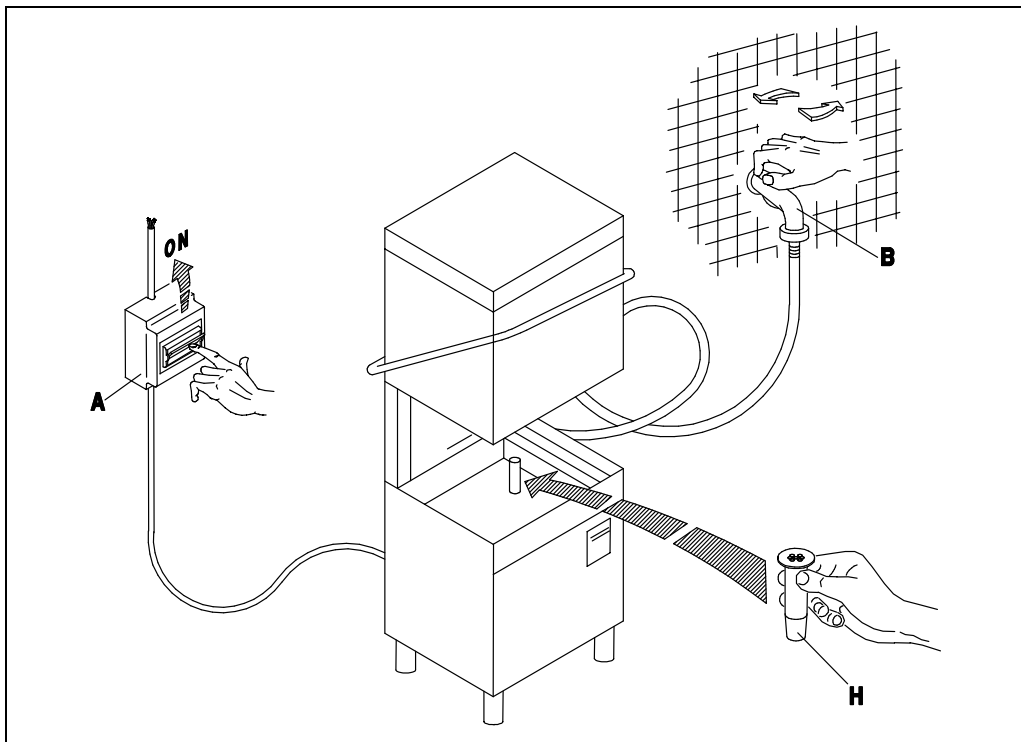

Fig. 3-1
- Aprire il rubinetto dell'acqua (B), inserire l'interruttore generale (A). Attivare l'interruttore principale dell'apparecchio (1), ne conseguirà l'accensione della spia (A) evidenziando che la macchina è sottoposta a tensione. A porta chiusa l'apparecchio si riempie d'acqua e alla fine del carico, si inseriscono automaticamente le resistenze della vasca e del boiler. Il funzionamento delle resistenze è reso visibile dall'accensione delle spie (D) ed (E). Quando entrambe le spie si spengono l'acqua avrà raggiunto le temperature impostate e l'apparecchio sarà pronto per iniziare il lavaggio. (fig. 3-1÷3-2)
- Turn on the water tap (B) and switch on the master switch (A). Turn the appliance ON switch (1), which will cause the warning light (A) to illuminate, indicating that the machine is live. When the door is closed the appliance fills with water. When it is full, the tub and boiler heating elements come on automatically. When the elements are activated, the warning lights (D) and (E) are illuminated. When both warning lights go out the water has reached the set temperature and the appliance is ready to begin the washing cycle. (fig. 3-1÷3-2)
- Öffnen Sie den Wasserhahn (B) und betätigen Sie den Hauptschalter (A). Beim Betätigen des Schalters (1) am Gläserspüler wird die Anzeige (A) aufleuchten, an der Sie erkennen können, daß die Maschine unter Spannung steht. Bei geschlossener Tür läuft Wasser in die Maschine; ist die nötige Wassermenge einmal erreicht, so schalten die Widerstände des Spülbehälter und des Boilers automatisch ein. Der Betrieb der Widerstände wird durch das Aufleuchten der Anzeigen (D) und (E) erkennbar. Beide Leuchtanzeigen erlöschen, wenn das Wasser eine vorbestimmte Temperatur erreicht hat, d. h. wenn der Gläserspüler betriebsbereit ist. (fig. 3-1÷3-2)
- Ouvrir le robinet (B) et insérer l'interrupteur général (A). Ouvrir l'interrupteur principal de l'appareil (1), le voyant (A) s'allumera ce qui signifie que la machine est branchée. L'appareil se remplit d'eau avec porte fermée et à la fin du chargement les éléments chauffants de la cuve et du boiler entrent automatiquement en action. Les voyants (D) et (E) s'allument quand les éléments chauffants fonctionnent. Les deux voyants s'éteignent dès que l'eau a atteint la température programmée et l'appareil est prêt pour commencer le lavage. (fig. 3-1÷3-2)
- Abrir el grifo del agua (B), conectar el interruptor general (A). Activar el interruptor principal del aparato (1); el encendido de la luz testigo (A) indica que la máquina está en tensión. Con puerta cerrada el aparato se llena de agua y cuando la carga esté terminada se conectarán automáticamente las resistencias del tanque y de la caldera. El funcionamiento de las resistencias es señalado por el encendido de las luces indicadores (D) y (E). Cuando ambas luces se apaguen, el agua habrá alcanzado la temperatura programada y el aparato estará listo para empezar el lavado. (fig. 3-1÷3-2)
- Abrir a torneira de água (B), acionar o interruptor geral (A). Acionar o interruptor principal do aparelho (1), a luz (A) se acende evidenciando que a máquina esta sob tensão. Uma vez fechada a porta se enche de água e no final, as resistencias do cuba e do boiler começam a funcionar automaticamente. As luzes (D) e (E) indicam o funcionamento das duas resistencias. Quando ambas se apagarem é porque a temperatura alcançou seu nível desejado e a máquina estará pronta para iniciar a lavagem. (fig. 3-1÷3-2)
- Draai de waterkraan (B) open en schakel de hoofdschakelaar (A) in. Schakel de hoofdschakelaar van het apparaat (1) in waarna het lampje (A) gaat branden waaruit blijkt dat de machine onder stroom staat. Als de deur dichtgedaan wordt, loopt het apparaat vol met water en na afloop van het vollopen worden de verwarmingselementen van de kuip en van de boiler automatisch ingeschakeld. De werking van de verwarmingselementen blijkt uit het feit dat de lampjes (D) en (E) gaan branden. Als allebei de lampjes uitgaan dan heeft het water de ingestelde temperatuur bereikt en is het apparaat klaar om met het afwasprogramma te beginnen. (Afb. 3-1 - 3-2)
- A riempimento avvenuto, aprire la porta (I) e introdurre il detersivo (ca. 2 gr. per litro di capacità della vasca). Inserire il cesto (L) carico e chiudere la porta (I). Selezionare il ciclo di lavaggio inserendo il pulsante (4) (ciclo breve (II) tasto premuto ÷ ciclo lungo (I) tasto rilasciato). A questo punto premere il pulsante START (3) (almeno per 2 secondi) e avrà inizio il ciclo di lavoro visualizzato dalla lampada spia (C): la fine del ciclo coincide con lo spegnimento di questa spia. Per spegnere la macchina si dovrà disinserire l'interruttore (1) portandolo nella posizione (0) spia (A) spenta. (Fig.3-1÷3-3).
**N.B.:** *E' consigliato avviare il ciclo di lavoro quando entrambe le spie delle resistenze, boiler (D) e vasca (E), si spengono, come indicato al punto 3.1 Messa in funzione.*
- Lorsque le remplissage est terminé, ouvrir la porte (I) et verser le détersif (environ 2 g pour chaque litre remplissant la cuve). Introduire le panier (L) plein et fermer la porte (I). Sélectionner ensuite le cycle de lavage en actionnant le bouton-poussoir (4) (cycle court (II) touche enfoncée ÷ cycle long (I) touche relâchée). A ce stade, presser le bouton-poussoir START (3) (au moins 2 secondes) et le cycle de fonctionnement commencera, visualisé par la lampe-témoin (C). La fin du cycle coïncide avec l'extinction de ce voyant. Pour arrêter la machine, il faudra débrancher l'interrupteur (1) en le ramenant sur la position (0): lampe-témoin (A). (Fig.3-1÷3-3).
**N.B.:** *Nous conseillons de faire démarrer le cycle d'usinage quand les deux voyants des éléments chauffants du boiler (D) et de la cuve (E) s'éteindront comme indiqué au point 3.1 Démarrage.*
- Después del llenado, abra la puerta (I) y vierta el detergente (2 gramos aproximadamente por litro de capacidad de la cuba). Introduzca el cesto (L) carga y cierre la puerta (I). Seleccione el ciclo de lavado por medio del selector (4) (ciclo breve (II) tecla pulsada ÷ ciclo largo (I) tecla soltada). Pulse ahora START (3) (almenos durante 2 segundos) para arrancar el ciclo de trabajo: se enciende la luz testigo (C), que se apagará al final del ciclo. Para anagar la máquina desconecte el interruptor (1) posición 0, luz testigo (A) apagada. (Fig.3-1÷3-3).
- Doe na het vollopen de deur open (I) en doe er afwasmiddel in (ongeveer 2 g per liter inhoudscapaciteit van de kuip). Doe de beladen korf (L) erin en doe de deur (I) dicht. Stel het afwasprogramma in door op de knop (4) te drukken (kort programma (II) toets ingedrukt – lang programma (I) toets losgelaten). Druk nu op de START knop (3) waarna (minstens 2 seconden) het afwasprogramma zal beginnen dat aangegeven wordt door het controlelampje (C): het einde van het programma valt samen met het uitgaan van dit lampje. Om de machine uit te schakelen moet u de schakelaar (1) uitschakelen door hem op de stand (0) te zetten, lampje (A) uit (Afb. 3-1 ÷ 3-3).